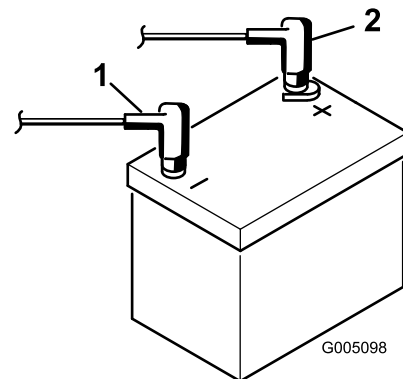

Bild 7
8. Klemmen Sie zuerst das Pluskabel (Rot) am Pluspol (+) der Batterie und dann das Minuskabel (Schwarz) am Minuspol (-) der Batterie an, wobei Sie die Kopfschrauben und Muttern verwenden (Bild 7). Ziehen Sie die Gummimuffe über den Pluspol, um Kurzschlüssen vorzubeugen.